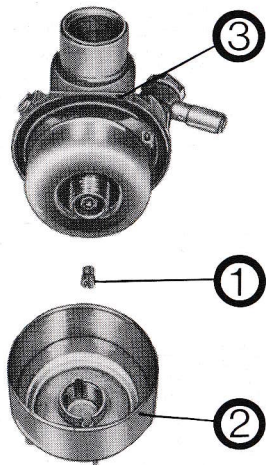

Fig. 17
- i) Hoofdsproeier (fig. 17/1) — aangebracht in de naaldsproeier — uitschroeven en door hem door te blazen of met een borstelhaar reinigen.
- j) Vlotterkamer (fig. 17/2) met schone benzine uitwassen.